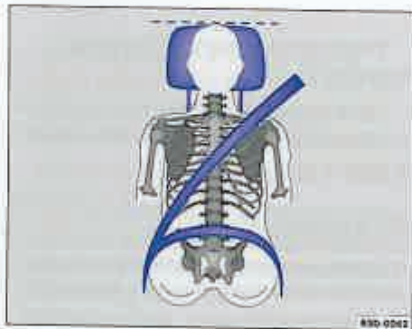
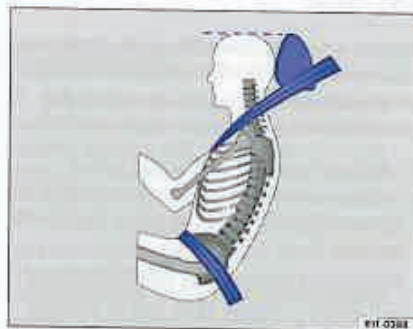

Fig. 3 Tetieră reglată corect - văzută din față.
Fig. 4 Tetieră reglată corect - văzută din lateral.
– Reglați tetierele astfel încât marginea superioară a tetierei să se afle la aceeași înălțime cu partea superioară a capului dvs. - totuși nu mai jos de ochi. Poziționați partea posterioară a capului cât mai aproape de tetieră ⇒ fig. 3 și ⇒ fig. 4.